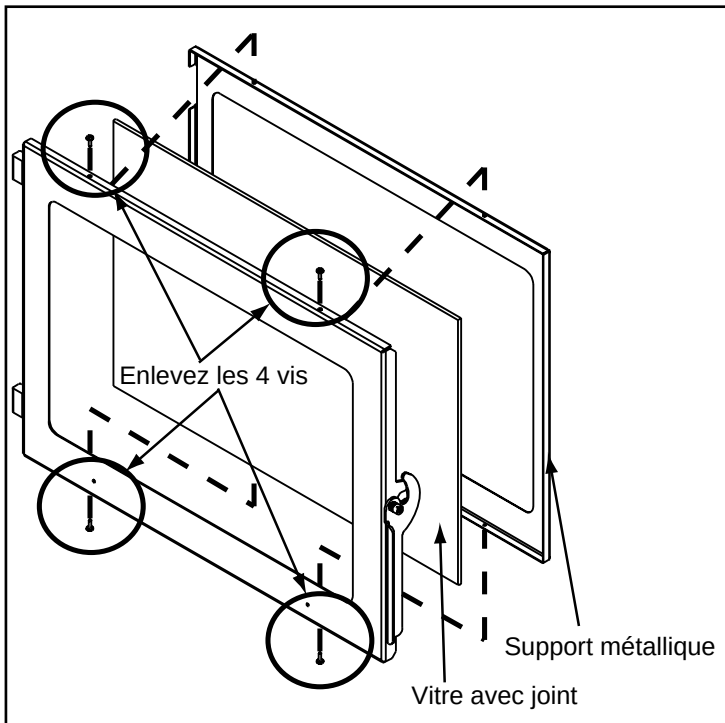

Figure 30.1
- b. Utilisez un tournevis à tête cruciforme pour enlever les 4 vis (2 situées sur le dessus et 2 sur le dessous). Enlevez le support en métal et la vitre. **Figure 30.1**